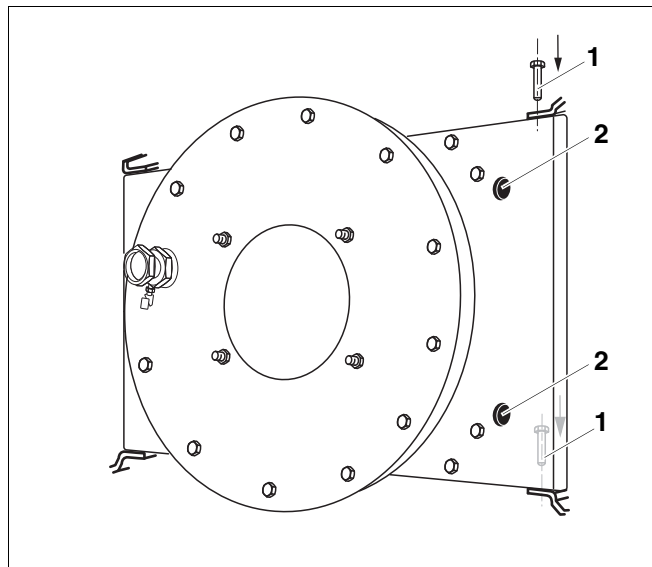

Рис.10 Дверца горелки
- ▶ На другой стороне вставьте обе шарнирные оси с шайбами (рис. 10).